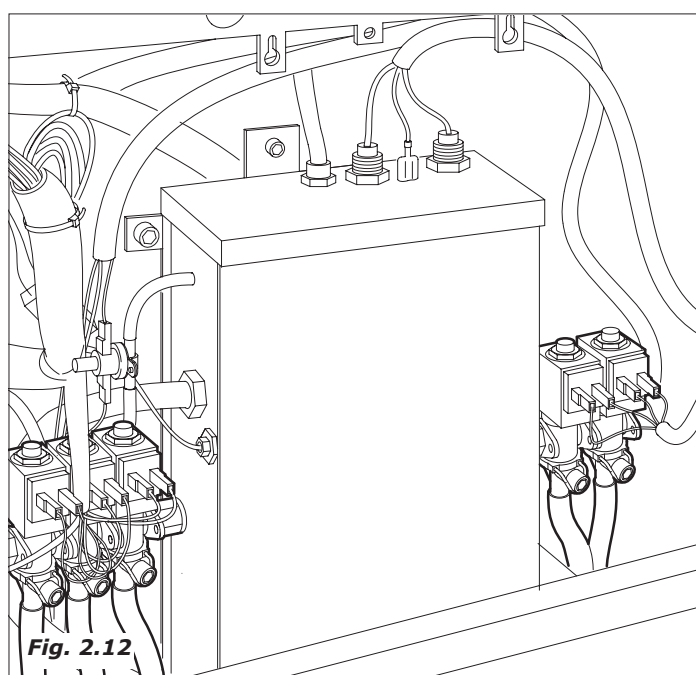

Fig. 2.12
- L'elettrovalvola fissata sulla caldaia solubili (Fig.2.12) o sulla caldaia caffè (2.13) viene attivata per immettere nel frullatore la quantità di acqua programmata, a seconda dei modelli: Monocaldaia, Doppiacaldaia o solo Istant.